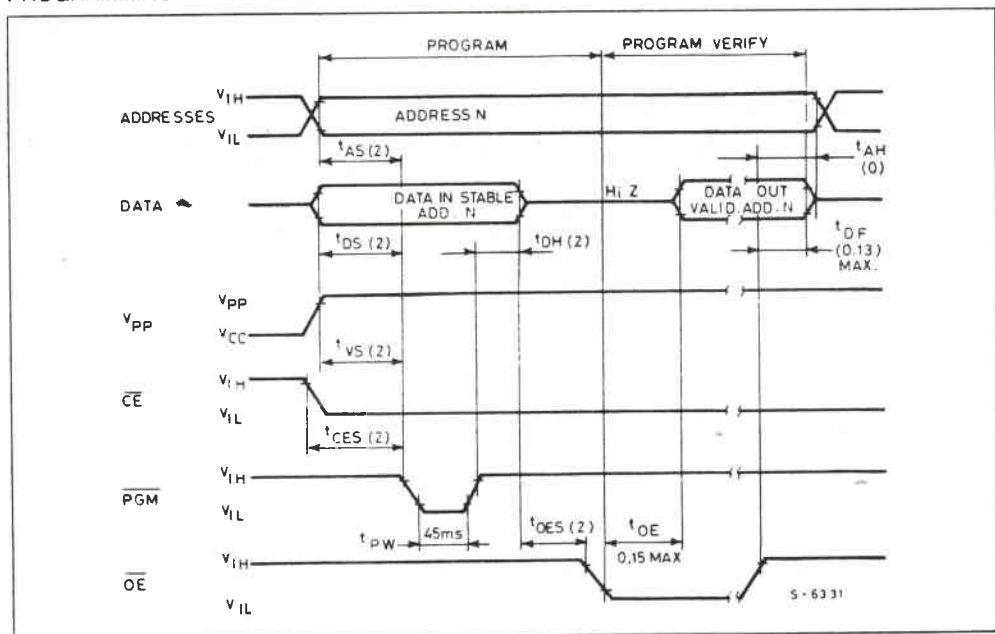

figura 2 - Caratteristiche della EPROM M2764.
2764. Ho scelto questo tipo di memoria per vari motivi, in particolare per il suo costo contenuto, per la facile reperibilità, per la quantità di dati che è in grado di memorizzare ed infine per non complicare troppo il circuito. Nella figura 2 sono visibili le caratteristiche da rispettare.
6) Premendo START avremo: l'abilitazione al 74244 che trasferirà i dati alla EPROM; il pin OE negato a livello alto; il pin Vpp a +21 Volt; l'illuminazione del led rosso (W=write=scrittura); l'innescimento del primo monostabile contenuto nel 74123/1 che, dopo un tempo di 50 μ s circa (dal grafico di figura 2 tale tempo è indicato da tDS(2) che deve essere almeno di 2 microsecondi) innescirà il secondo monostabile per il tempo di PGM di 45mS.